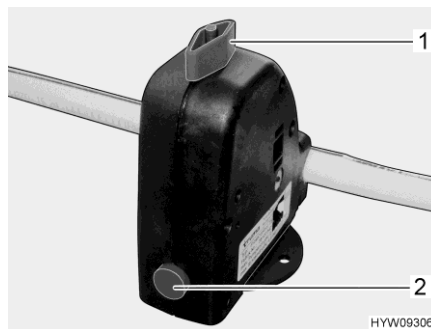

Fig. 214 Valvola di sicurezza/di scarico (boiler)
Il boiler è dotato di una valvola di sicurezza/di scarico (Fig. 214). La valvola di sicurezza/di scarico impedisce che l'acqua congeli nel boiler in presenza di basse temperature esterne, quando il riscaldamento dell'autocaravan non è acceso.
- Chiudere la valvola di sicurezza/di scarico. A tal fine ruotare la manopola (Fig. 214,1) verticalmente rispetto alla valvola di sicurezza/di scarico e premere verso l'interno il bottone automatico (Fig. 214,2).
- Aprire la valvola di sicurezza/di scarico. A tal fine ruotare la manopola (Fig. 214,1) nel senso della lunghezza della valvola di sicurezza/di scarico. Il bottone automatico (Fig. 214,2) scatta all'infuori. Il boiler viene svuotato verso l'esterno tramite la valvola di sicurezza/di scarico.